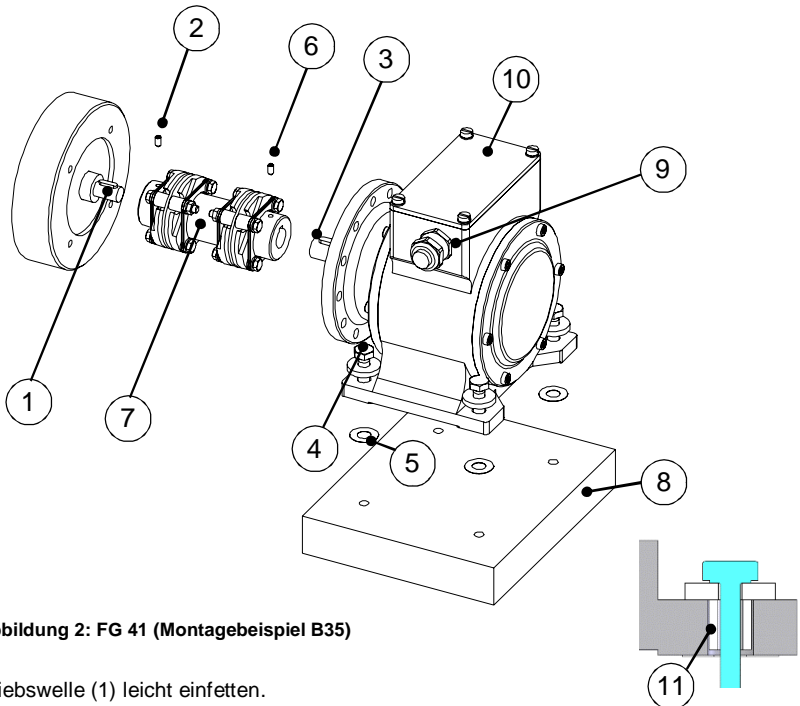

Abbildung 2: FG 41 (Montagebeispiel B35)
1. Klemmkastendeckel (10) öffnen (siehe Abbildung 2:).
2. Verschlussbolzen der Kabelverschraubung (9) entfernen (siehe Abbildung 2:).